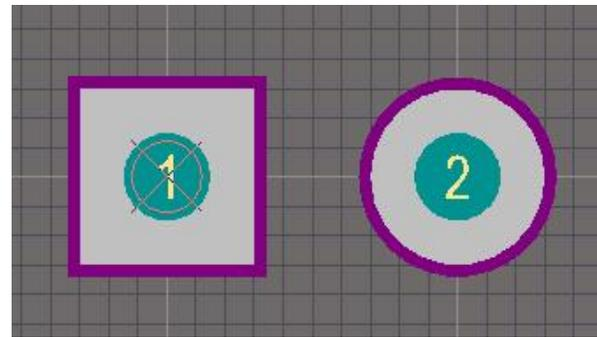

图2-33 放置的焊盘
- 5) 右击或者按Esc键退出放置模式，所放置焊盘如图2-33所示。